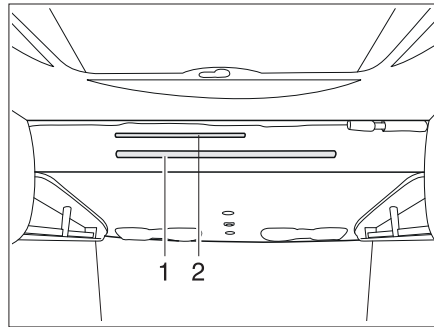

Bild 126 Hubbett manuell
- Den Griffhebel (Bild 126,2) nach unten ziehen, um das Hubbett zu entriegeln.
- Das Hubbett mit beiden Händen an der Griffstange (Bild 126,1) nach unten ziehen.
- Die Aufstiegsleiter mit den beiden Bügeln in die Griffstange (Bild 126,1) am Hubbett einhängen.